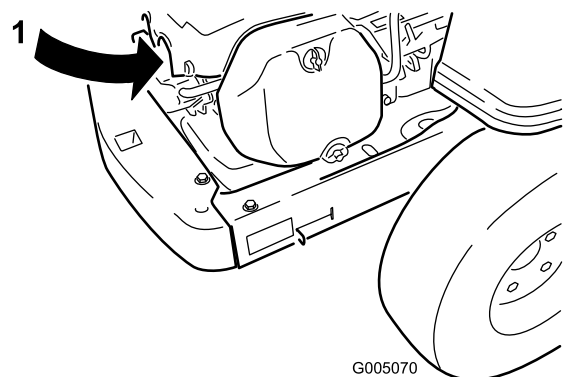

Figure 36
2. Débranchez le fil de la bougie (Figure 36). Nettoyez la surface autour de la bougie pour éviter que des impuretés n'endommagent le moteur en tombant à l'intérieur.
3. Rebranchez le fil à la bougie (Figure 36).